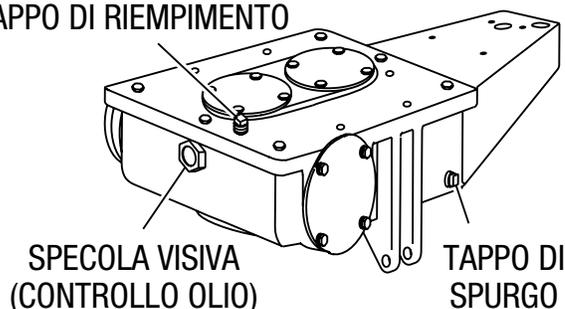

Figura 8. Tappi olio della scatola del cambio
1. Controllare il livello dell'olio di entrambe le scatole del cambio tramite la specola visiva nella parte posteriore della scatola del cambio. Vedere figura 8.
2. Il livello dell'olio della scatola del cambio deve essere a circa metà della specola visiva (figura 8). La scatola del cambio ha una capacità di 3,79 litri. Nel caso in cui fosse necessario aggiungere olio, svitare il tappo di riempimento situato sulla parte superiore della scatola del cambio, e riempire con olio ISO 220 A GMA GR 5 EP.